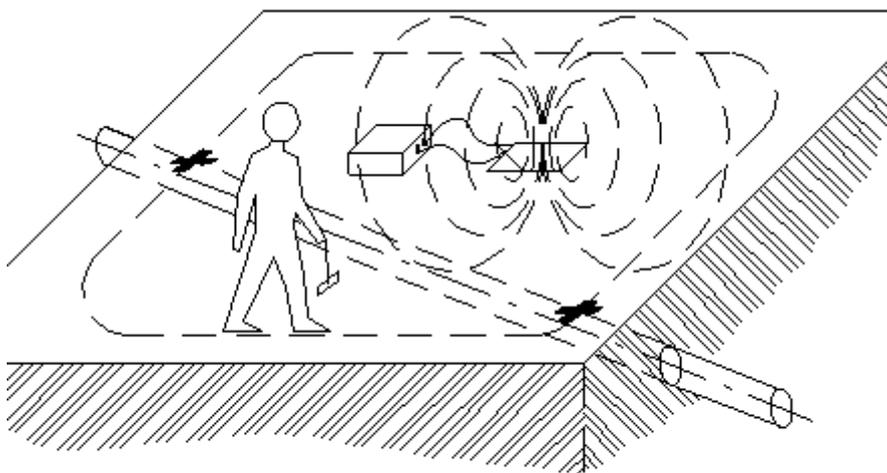

Рис.6. Первоначальное обследование площади
5.4. Для предварительного (рис.6) обследования неизвестной площади используют магнитную рамку генератора в качестве источника сигнала. Рамку располагают горизонтально в центре обследуемого участка и обходят его по периметру. Антенну приемника располагают горизонтально.